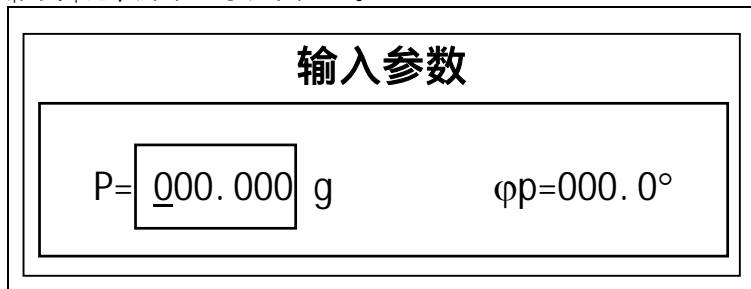
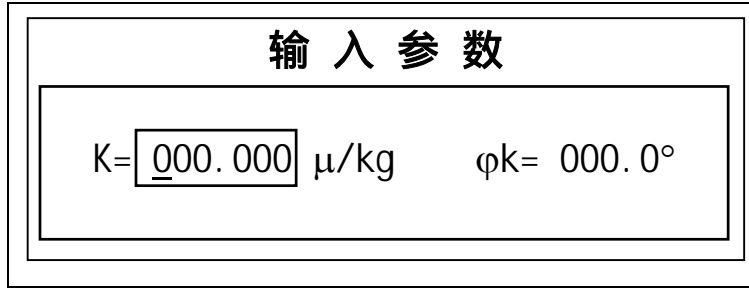
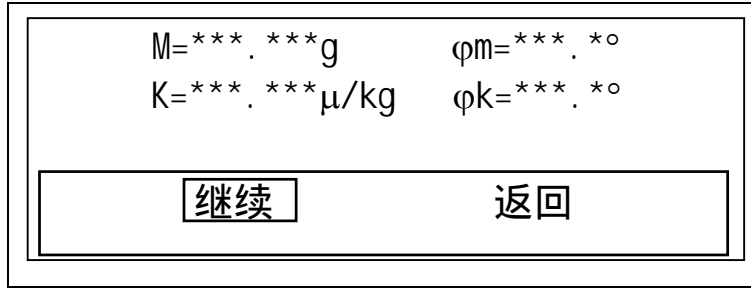

图4-11
图4-28
图4-31
按|回车|键，屏幕显示如图4-11。
(6) 在图4-11中，按动|↑|或|↓|键，可以使大光标在P值、g、φ值之间切换；按动|←|或|→|键，可以使小光标“_”在各位之间切换；按动|+|或|-|键，可以改变各位的数值，或将g与Kg之间互相切换。
(2) 按|回车|键，屏幕显示如图4-28。
(3) 在图4-28中输入K及φk值，输入方法与图4-11相同。
按|回车|键，屏幕显示如图4-31。
(5) 制动转子，在转子上以光电标志为起点逆转速度方向转过 φ_m 角度的位置上，加质量为M的配重。
(6) 启动转子。在图4-31中选择<继续>，按|回车|键，屏幕显示如图4-28。以下重复过程(3)、(4)，可以看到振动量A值和、剩余不平衡量M值都已经大大减小。
如果振动量A值和剩余不平衡量M值都已经达到要求，则在图4-31中选择<返回>，按|回车|键，屏幕返回预置转速画面(图4-5)。动平衡过程结束。